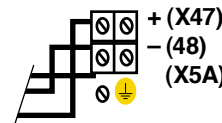

Fig. 13. Connexion du système à l'armoire de batteries.
- Connectez le faisceau de câbles, généralement fourni, entre les bornes (**X11**) - (**X12**) du système et celles (**X47**) - (**X48**) de l'armoire ou du banc de batteries, en veillant à respecter non seulement les couleurs des câbles (rouge (+), noir (-) et vert-jaune pour la mise à la terre de liaison (⊕)), mais également la polarité indiquée sur l'étiquetage de l'équipement (reportez-vous à la Fig. 13).